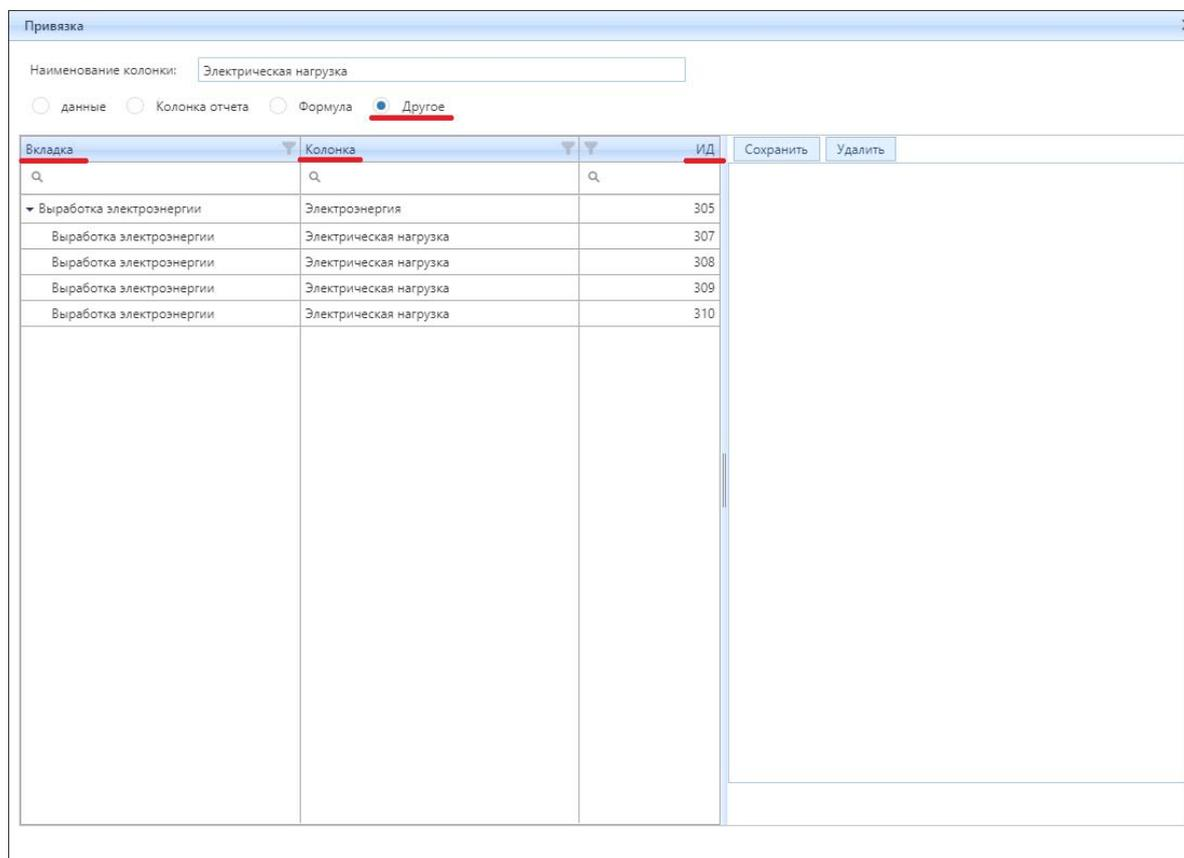

Рисунок 4.7.33 – Привязка по типу Другое
- двойным нажатием левой кнопки мыши выбрать строку, в которой указаны: вкладка, колонка, ИД, значения которой будут привязаны к указанной колонке. ИД колонки отобразится в правом поле (рис. 4.7.33);